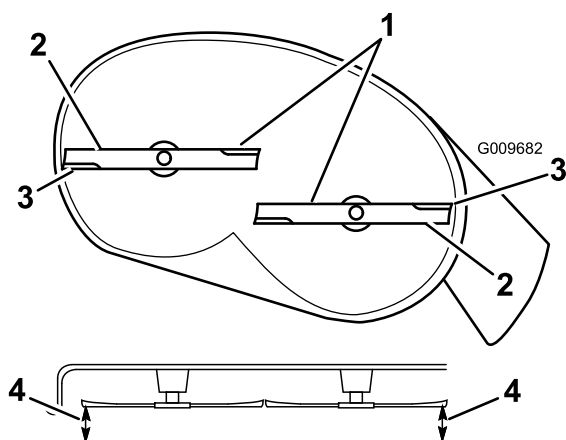
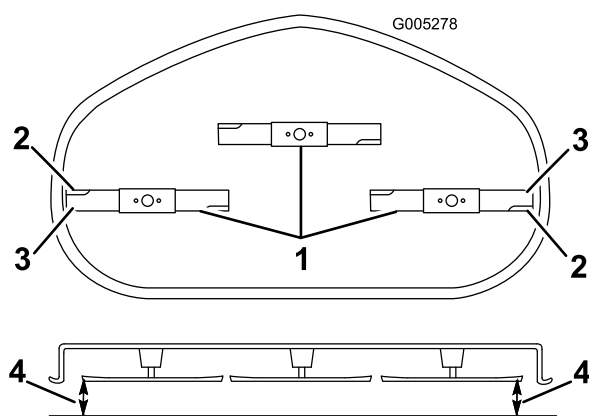

Figura 62
Figura 63
4. Gire cuidadosamente las cuchillas hasta que estén todas orientadas lateralmente (Figura 62 y Figura 63).
5. Mida entre los filos de corte exteriores y la superficie plana (Figura 62 y Figura 63).